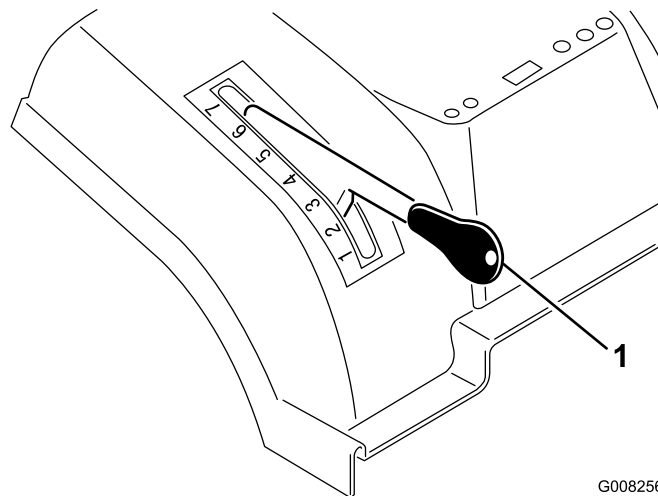

Figure 7
- Appuyez de façon continue sur le bouton du levier de sélection de hauteur de coupe (Figure 7).